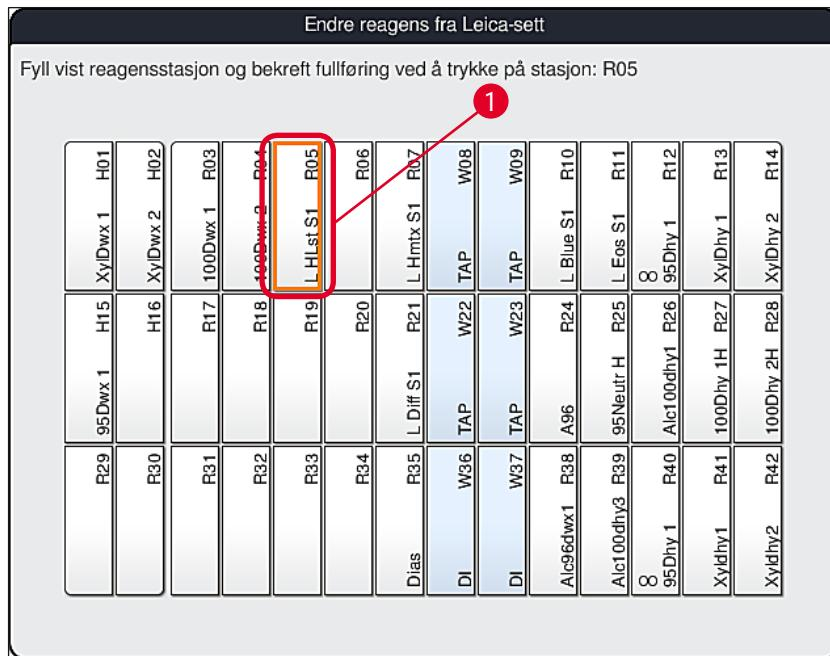

Fig. 58
3. I det nye vinduet "Endre reagens fra Leica-sett" (→ "Fig. 58"), er stasjonen som skal fylles, merket med oransje (→ "Fig. 58-1").